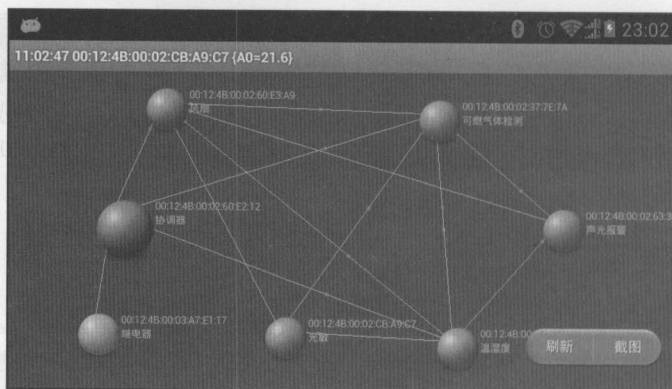

图 2.14 节点拓扑图结构
(2) 综合演示。单击“综合演示”图标，进入节点拓扑图综合演示界面，等待一段时间后，就会形成所有传感节点的拓扑图结构，包括协调器（红色）、路由节点（紫色）和终端节点（浅蓝色），如图 2.14 所示。